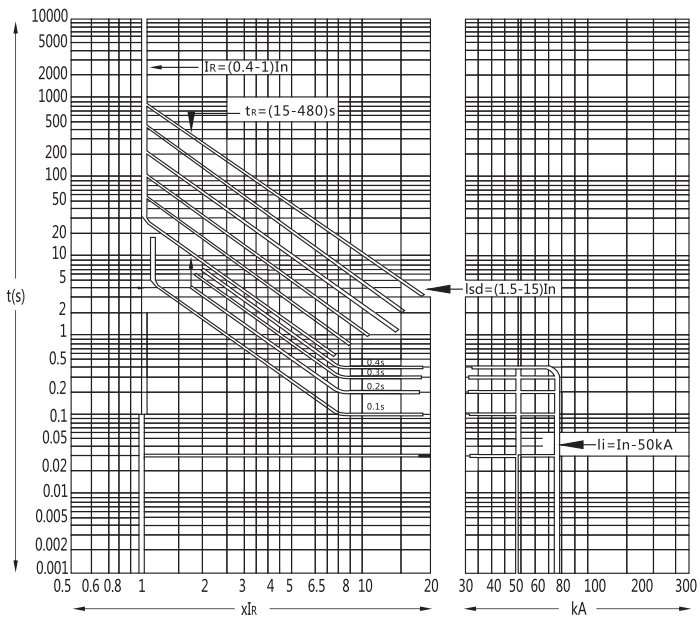
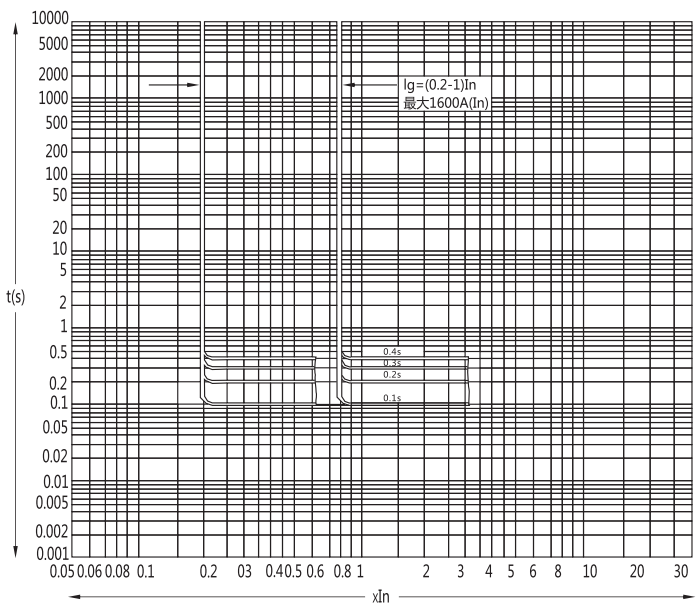

图1 过电流脱扣器保护特性曲线
图2 接地故障保护特性曲线
- 4.5.1 过电流脱扣器保护特性曲线见图1，接地故障保护特性曲线见图2。